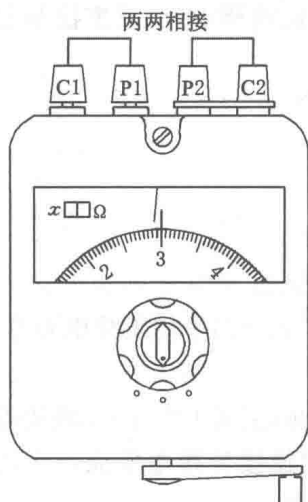

图 1-16 接地电阻表开路试验
(1) 接地电阻表试验
① 开路试验:将四端钮的接地电阻表上的电流端钮(C1)和电位端钮(P1)短接,再将接地两端钮(C2、P2)短接,即我们常说的两两相接,然后轻摇手柄,观察接地电阻表的指针是否直接偏向读数最大的方向。如图 1-16 所示。